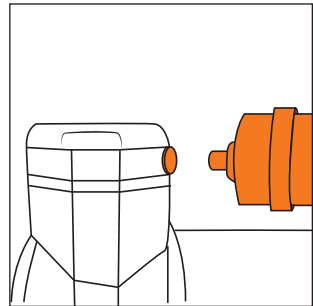

Рис. 13
- Извлеките заглушки из головки цилиндра и установите (вкрутите) воздушные фильтры (Рис. 13).